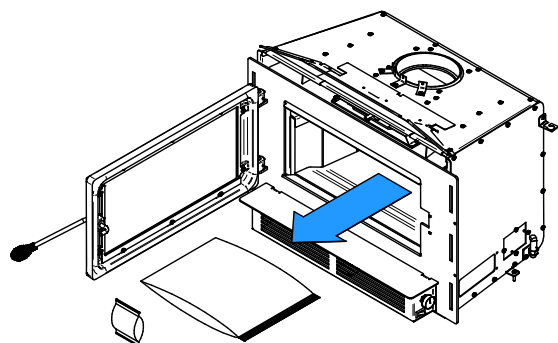
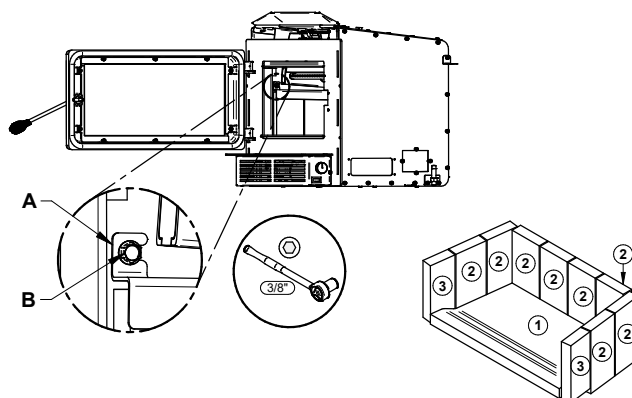

Figure 5 : Retirer le contenu de la chambre à combustion
Figure 6 : Retirez les supports de briques
- Retirer le contenu de la chambre à combustion (Figure 5) et dévisser les vis **(B)** des deux supports des pierres réfractaires de côtés **(A)**. Les pierres peuvent ensuite être retirées dans l'ordre présenté dans la Figure 6.